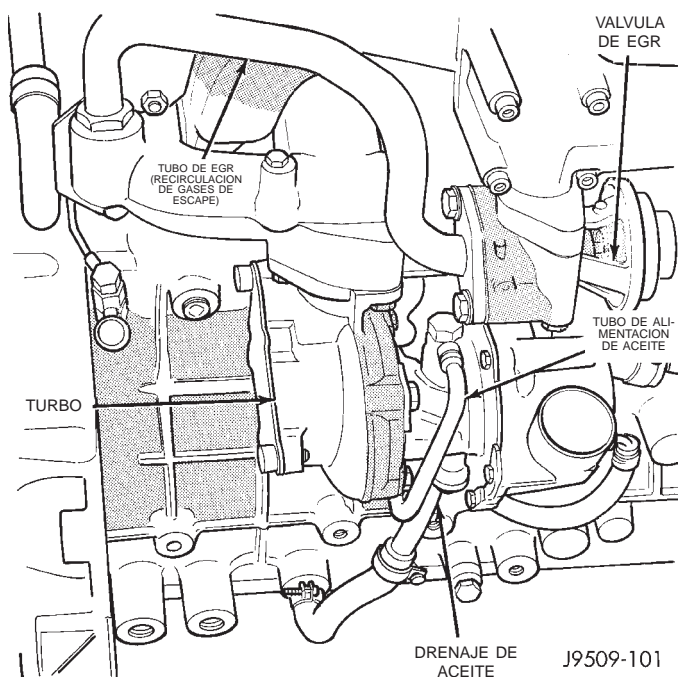
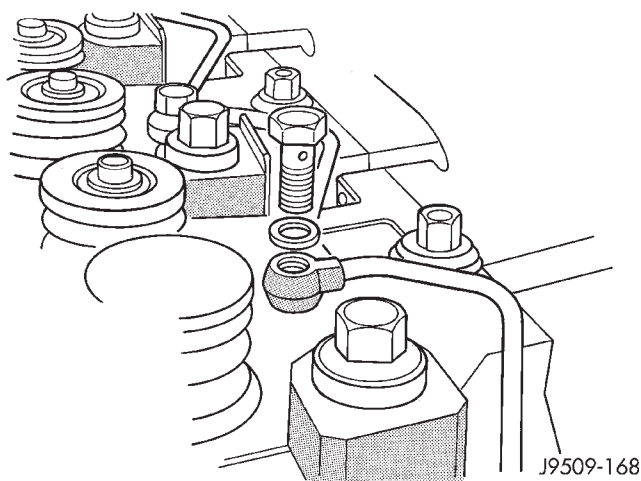

Fig. 30 Turboalimentador
Fig. 31 Tubos de alimentación de aceite de los balancines
(11) Desconecte el tubo de EGR de la válvula de EGR.
(12) Retire la válvula de EGR.
(13) Retire el protector contra el calor del escape del tubo múltiple de escape.
(14) Retire el protector contra el calor del escape del tubo de bajada.
(15) Retire el tubo de bajada del turboalimentador (Fig. 30).
(16) Desconecte el tubo de alimentación de aceite del turboalimentador.
(17) Desconecte el tubo de drenaje de aceite del turboalimentador.
(18) Retire el tubo múltiple de escape. Consulte el grupo 11, Sistema de escape y turboalimentador.
(19) Retire el tubo múltiple de admisión. Consulte el procedimiento de instalación y desmontaje del tubo múltiple de admisión en esta sección.
(20) Retire el tubo de alimentación de aceite para los conjuntos de balancines (Fig. 31).